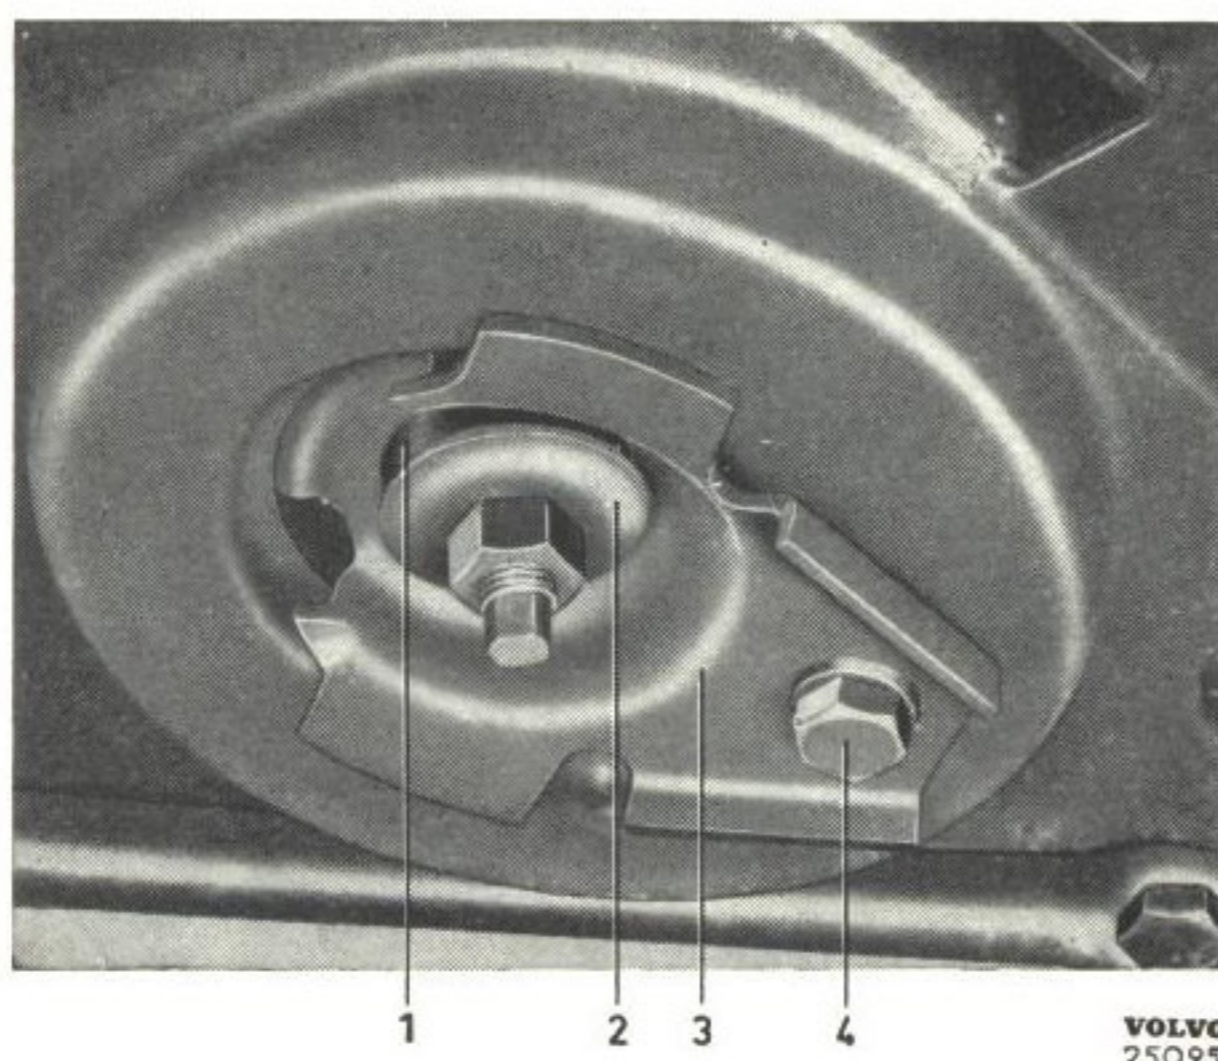

Bild 2. Nedre infästning av främre stötdämpare.
4. Demontera stötdämparens muttrar och bric- kor samt yttre gummibussningar (3, bild 1 och 1, bild 2). Tag bort skruven (4, bild 2) för fäst- bricken (3) och drag denna och stötdämparen nedåt.